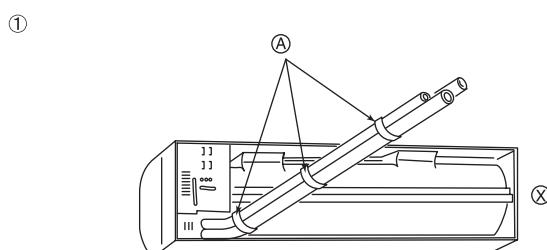
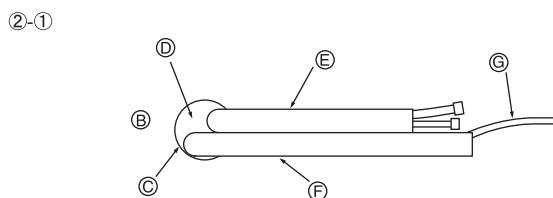

Fig. 3-4
Fig. 3-5
① Far passare una corda attraverso il foro e fissarla al pannello di montaggio.
② La messa a livello può essere ottenuta facilmente sospensione un peso alla corda ed allineando questa con il segno di riferimento.
① Tubi posteriori, destro ed inferiore (Fig. 3-4)
② Nastro di vinile
③ Tubazioni sinistra e destra
- ④ Per la tubazione posteriore sinistra, tirare i tubi fuori dal foro per determinarne la lunghezza corretta e quindi piegarli. La sezione interna dovrebbe, a questo punto, essere sospesa all'attrezzatura di montaggio sulla parete. (Fig. 3-5)